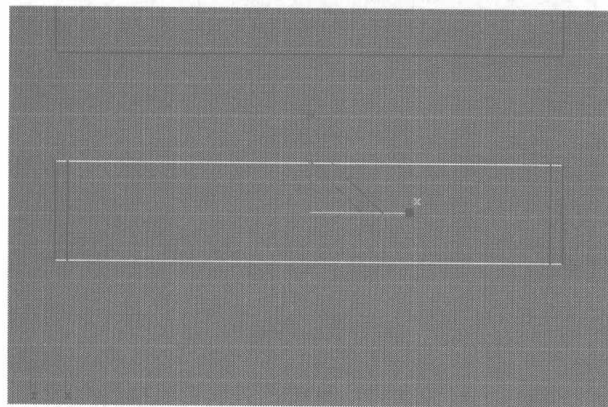
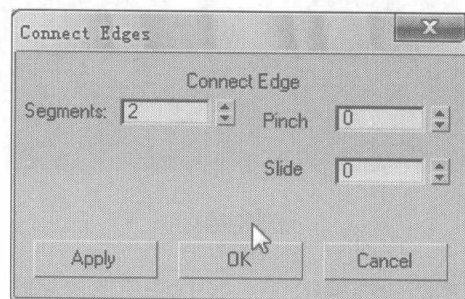

图 6.386
图 6.387
- 20** 切换为边线编辑，在 Top 视图中选择如图 6.386 所示的边线，在 Edit Edges 卷展栏中单击 **Connect** 右侧的小按钮，在弹出的对话框中设置添加细分线的参数，如图 6.387 所示。